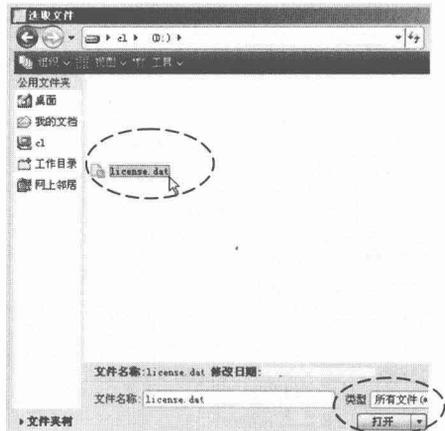
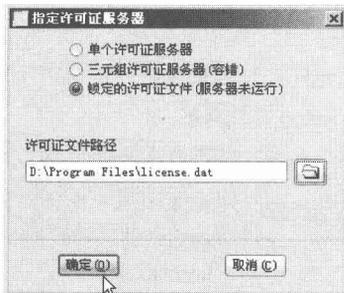

图 1-14 选择文件
图 1-15 单击“确定”按钮
- 10 选取 license.dat 许可证文件，如图 1-14 所示。然后单击  按钮，返回“指定许可证服务器”对话框中，单击  按钮，如图 1-15 所示。